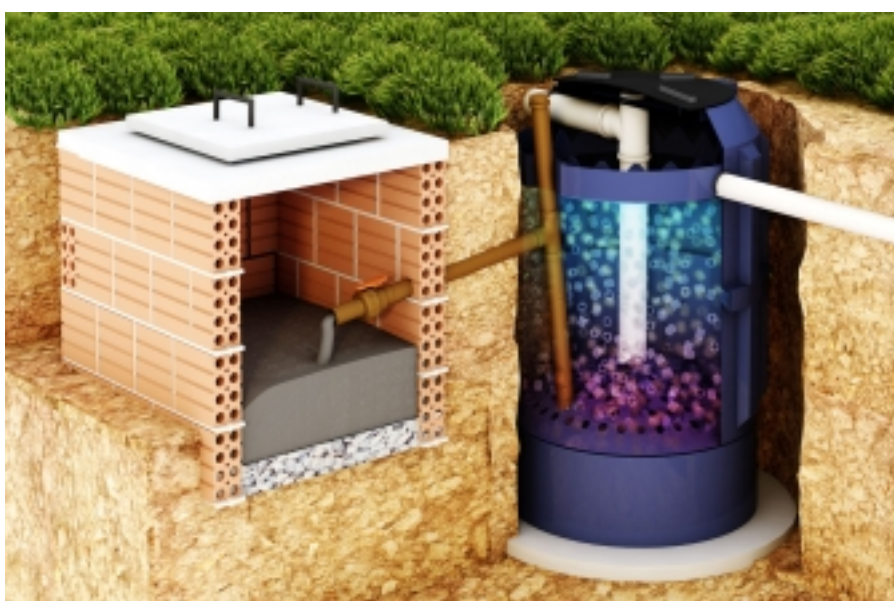

Figura 12
- Caso haja dificuldade na extração do lodo, retire o Cap da tubulação de descompactação (Figura 12) e, com auxílio de uma haste, faça a desobstrução do tubo, tomando cuidado para não danificar o produto.